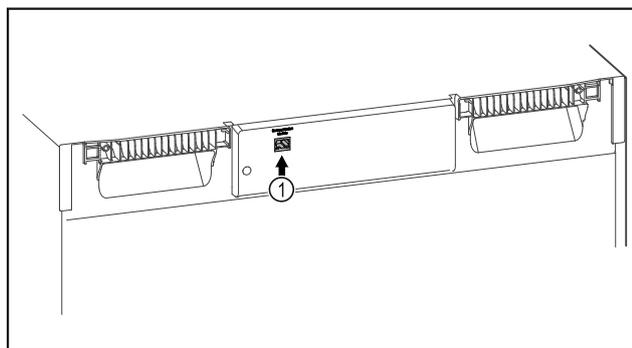

Fig. 99
- Le SmartModule Fig. 99 (1) est en place.